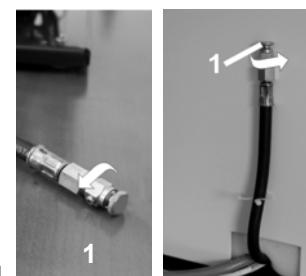

Bild.11
##### **Kompressoren ohne Lufttrockner** (Bild.11, Bild.12)
Falls der Kompressor längere Zeit nicht genutzt wird, ist es empfehlenswert, das Kondensat aus dem Druckbehälter abzulassen und den Kompressor dann für 10 Minuten mit geöffnetem Kondensatablassventil (1) (Bild.11, Bild.12) in Betrieb nehmen. Danach den Kompressor mittels des Schalters (3) auf dem Druckschalter (2) (Bild.10) ausschalten, das Ventil für den Kondensatablass schließen und das Gerät vom Stromnetz trennen.
Das Gerät vom Stromnetz trennen. Druckluft aus dem Druckbehälter durch Öffnen des Kondensatablassventils (1) (Bild.11, Bild.12) ablassen. Das Gerät entsprechend der örtlich geltenden Vorschriften entsorgen. Die Entsorgung ist gegebenenfalls einer spezialisierten Firma zu übergeben. Alle Produktteile des Gerätes haben nach Ablauf ihrer Lebensdauer keinen negativen Einfluss auf die Umwelt.